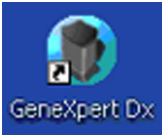

Figure 2-50. Icône de raccourci du GeneXpert Dx System
- Double-cliquez sur l'icône **GeneXpert Dx** dans le bureau Windows (cf. Figure 2-50).